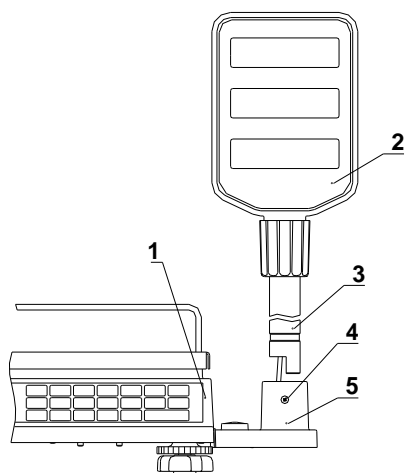

Рисунок 6
- ориентировать ВД поз. 2 согласно рис. 6 - вырезом в стойке поз. 3 к корпусу весов поз. 1.
- вставить выносной дисплей в держатель поз. 5 рис. 6, не допуская изломов и защемления гибких кабелей, до
- зафиксировать выносной дисплей с помощью винта поз. 4 рис. 6.